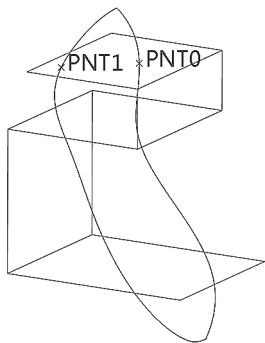

图 7-134 建立基准交点
(2) 单击按钮选取“拉伸 1”上层网格平面作为基准面，单击【模型】→点按钮，按住 Ctrl 键同时点选“草绘 3”和上层参考平面得到相交基准点 PNT0，同理点选“相交 1”曲线和“拉伸 1”上层参考平面到相交基准点 PNT1，如图 7-134 所示。